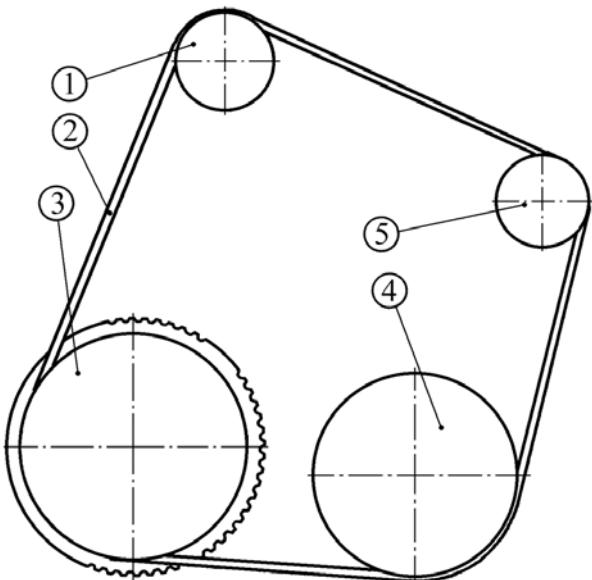

Рисунок 3 - Схема установки ремня привода вспомогательных агрегатов:
3.2 Проверить натяжение ремня привода навесных агрегатов, при необходимости отрегулировать. Частота колебаний ветви ремня между натяжным роликом 1, рисунок 3, и шкивом 5 генератора должна быть: для нового ремня –  $(140\pm 5)$  Гц, для ремня, бывшего в эксплуатации –  $(130\pm 5)$  Гц. Регулировку натяжения ремня привода навесных агрегатов выполнять поворотом натяжного ролика против часовой стрелки. После регулировки затянуть болт крепления натяжного ролика. Момент затяжки болта – 43...52 Н.м (4,3...5,2 кгс.м) (ключ 67.7812-9573 для натяжного ролика, головка сменная 17, вороток, прибор "ЛАДАНОРМА - ПИНаР", ключ моментный).